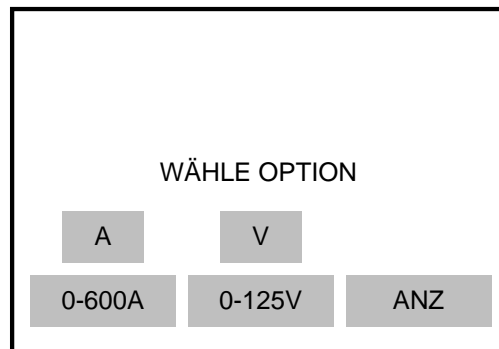

Abbildung 4: Hauptmenü (des PCITS600/2) mit Prüfoptionen
8. Die verschiedenen Prüfoptionen des auf dem Bildschirm erscheinenden Hauptmenüs werden in Abbildung 4 dargestellt.
1. Drücken Sie im Bildschirm des Hauptmenüs die mit "ANZ" gekennzeichnete rechte Taste. Es erscheint das Untermenü "ANZEIGEOPTIONEN". Die Tasten sind mit "KONTRAST", "SPRACHE" und "MENÜ" gekennzeichnet. Durch Drücken der Taste "MENÜ" können Sie zu dem in Abbildung 4 gezeigten Hauptmenü zurückkehren.
- a. Schalten Sie das Prüfgerät über den Netzschalter (POWER) aus (O) und wieder ein (I).